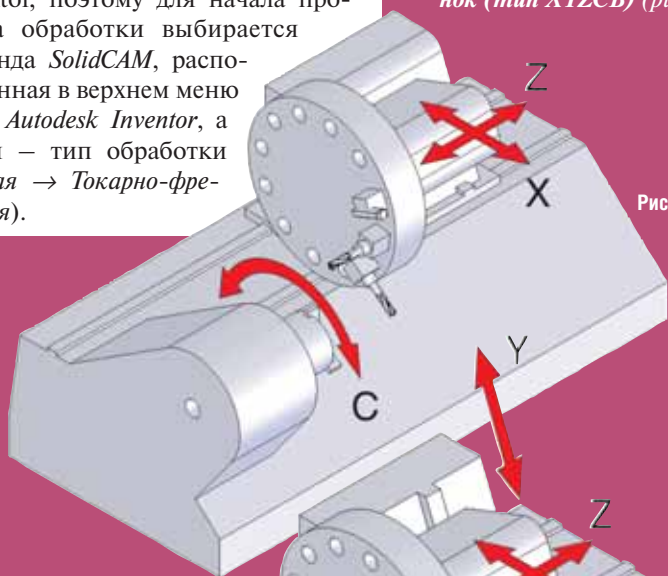

Рис. 7
- 3-осевой токарно-фрезерный станок (тип XZC) (рис. 7);